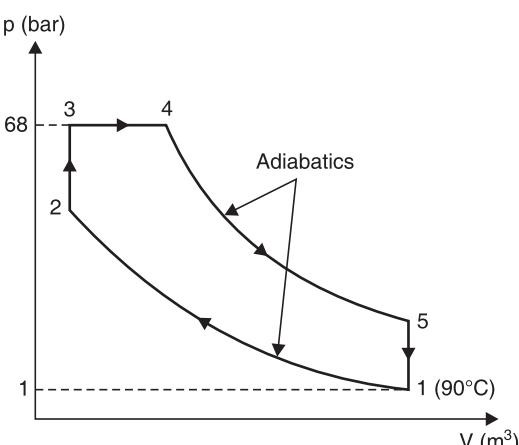

Fig. 4.22
**Solution.** Refer Fig. 4.22.